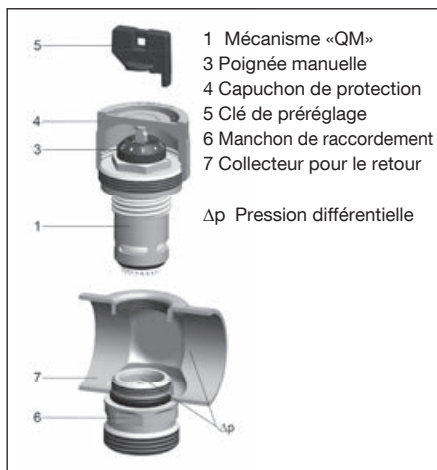

Fig. 5.1 Conception du mécanisme «QM»
Le débit nécessaire est réglé en tournant la poignée manuelle (fig. 5.1, pos. 3) à l'aide de la clé de pré réglage jointe (fig. 5.1, pos. 5)
Les mécanismes du distributeur/collecteur «Multidis SFQ» en acier inoxydable sont livrés avec un capuchon de protection plastique (fig. 5.1, pos. 4) protégeant la tige du robinet et servant au réglage manuel de la levée du robinet pendant les travaux de construction.
Le remplissage des circuits de chauffage/rafraîchissement s'effectue, robinets à tournant sphérique fermés et mécanismes complètement ouverts à préréglage maximal, via le robinet de vidange et de remplissage au bout du collecteur pour le retour. Pour ce faire, tourner la poignée manuelle (fig. 5.1, pos. 3) sur la position 5 à l'aide de la clé de préréglage (fig. 5.1, pos. 5). Le raccordement G ¾ du robinet de vidange et de remplissage convient aux raccords porte-caoutchouc standards DN 15.
Le réglage se fait à l'aide de la clé de pré-réglage (fig. 5.1, pos. 5) qu'on place sur la poignée manuelle (fig. 5.1, pos. 3). Ceci évite tout risque de dérèglage de la valeur réglée par des personnes non autorisées.
En cas de dysfonctionnements, fermer les conduites aller et retour à l'aide des robinets à tournant sphérique (fig. 4.3) ainsi que les circuits non affectés. Mettre le circuit concerné hors pression à l'aide du robinet de vidange et de remplissage au collecteur pour le retour, dévisser le mécanisme (fig. 5.1, pos. 1) du collecteur pour le retour et le remplacer.